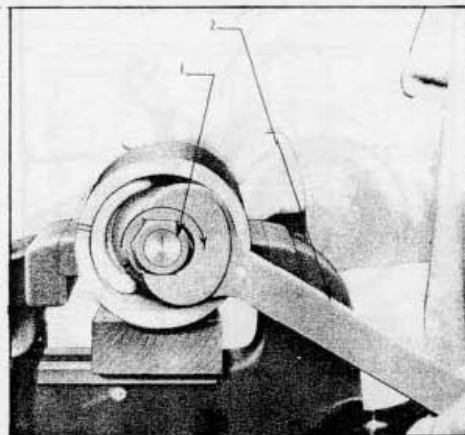

Fig. 5
5. Pour démonter les pièces polaires, utiliser l'outil spécial CP. 9509; le positionner à l'intérieur du manchon de protection et serrer l'écrou terminal à fond (voir FIG. 5).